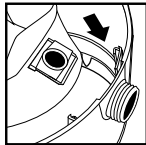

FIGURA 22
32. Deslice el deflector de entrada con la bolsa filtrante acoplada en la guía del deflector. **FIGURA 22.**